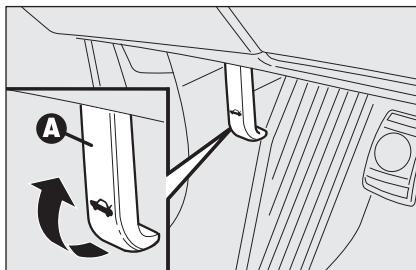

fig. 98
- ❑ tirare la leva **A-fig. 98** fino ad avvertire lo scatto di sgancio;